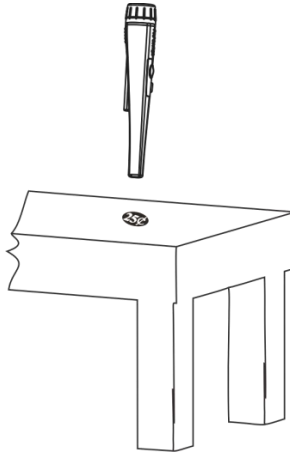

Fig.3
3. Veuillez mettre les 25 ¢ de dollars sur la table en plastique ou en bois. Il ne doit pas y avoir de métaux sous la table ou dans la pièce afin d'éviter l'influence du métal. Positionnez verticalement le pinpointer au-dessus de la pièce (voir figure 3).